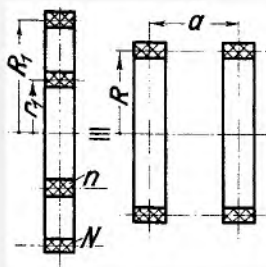

Bild 15. Zwei Spulen, koplanar, koaxial
**Fall 5. Zwei Spulen, koaxial, koplanar** (Bild 15)
Gegeben: (Bild 15); r1 = 4 cm, R1 = 7 cm, n = 30, N = 50 Windungen.